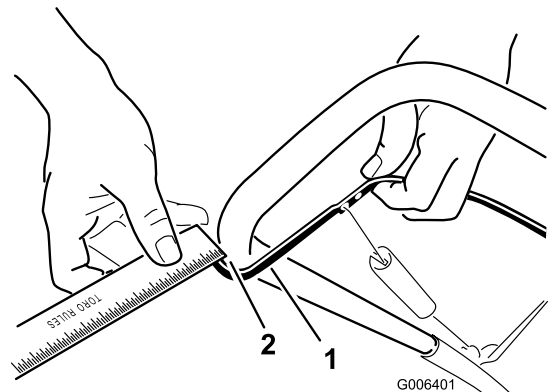

Figure 21
Rapprochez la barre de commande du guidon pour tendre le câble de commande (Figure 21).
**Remarque:** Vérifiez que la barre de commande et le guidon sont espacés de 2 à 3 mm (1/16 à 1/8 po) (Figure 21).
2. Accrochez le raccord en Z à un trou plus haut ou plus bas sur la biellette de réglage de manière à obtenir un espace de 2 à 3 mm (1/16 à 1/8 po) entre la barre de commande et le guidon (Figure 21).